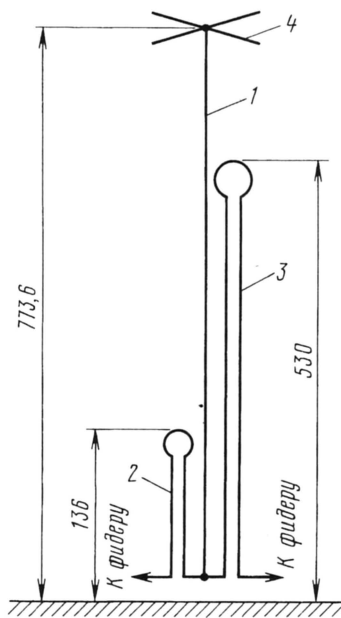

Рис. 1
Схематически эта антенна показана на рис. 1 (размеры — в см). Она состоит из основного излучателя (1), двух “линейных нагрузок” (2 и 3 — для диапазонов 40 и 80 метров соответственно) и емкостной нагрузки (4).
При изготовлении “линейной нагрузки” автор использовал изолированный медный провод диаметром 2,5 мм. Отрезав кусок провода необходимой длины (с некоторым запасом — на настройку), его сгибают в петлю, которая напоминает двухпроводную линию, замкнутую в верхней части проводником в виде неполного кольца (см. рис. 1).